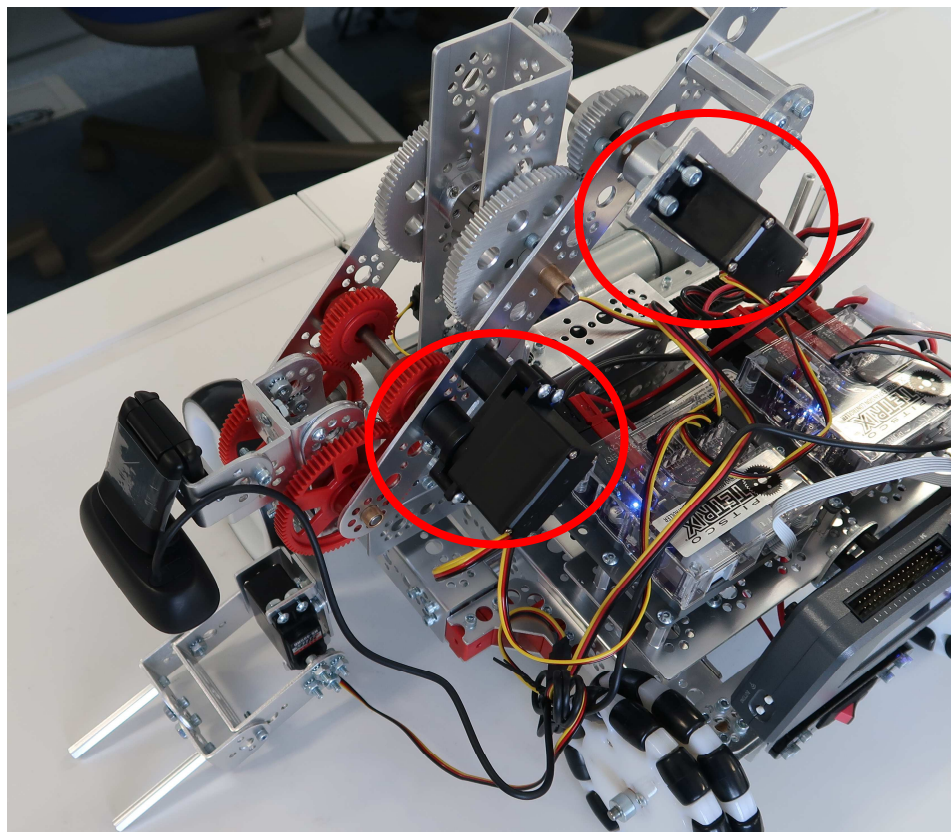
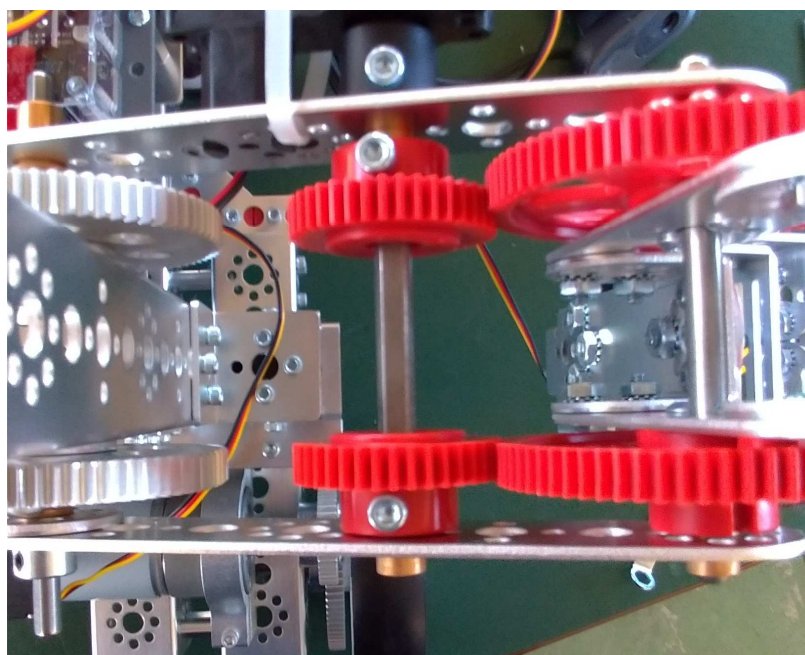

図 14 サーボモータの調整
図 15 ギアのネジ
(1)図 14 の赤丸部分のサーボモータを調整する場合（両方とも方法は同じ）は図 15 のように小さい方のギアのネジを緩める。